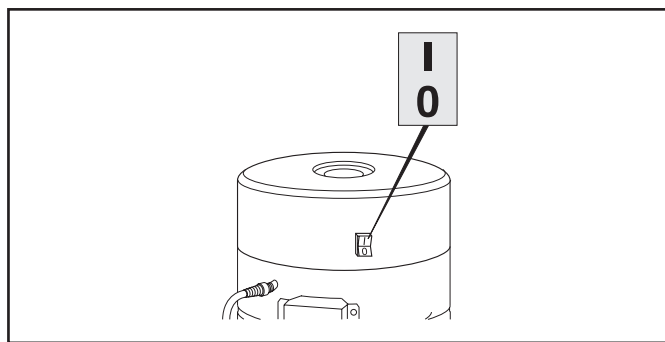

Рис. 6-42: Выключатель на центральном пылесосе
1. Убедиться, что центральный пылесос выключен (рис. 6-42).